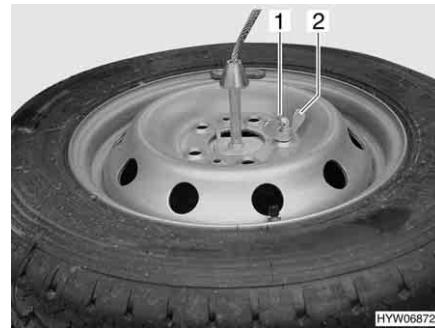

Fig. 271 Ruota di scorta
- Togliere la copiglia (Fig. 271,1) e il dado ad alette (Fig. 271,2) del supporto per la ruota di scorta.